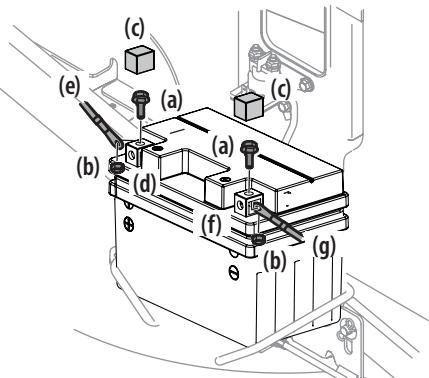

Figure 17
1. Retirez les boulons hexagonaux (a) et les écrous (b) situés à l'extrémité du faisceau de fils électrique. Gardez la quincaillerie pour utilisation ultérieure. Voir Figure 17.
2. Enlevez le couvercle en plastique (c), si équipé, de la borne positive (d) de la batterie et attachez le câble rouge (e) à la borne positive (b) de la batterie (+) avec le boulon (a) et l'écrou (b) retirés à l'étape 1. Utiliser un tournevis Philips. Voir la Figure 17.
3. Enlevez le couvercle en plastique (c), si équipé, de la borne négative (f) de la batterie et attachez le câble noir (g) à la borne négative de la batterie (f) avec le boulon (a) et l'écrou (b). Voir la Figure 17.